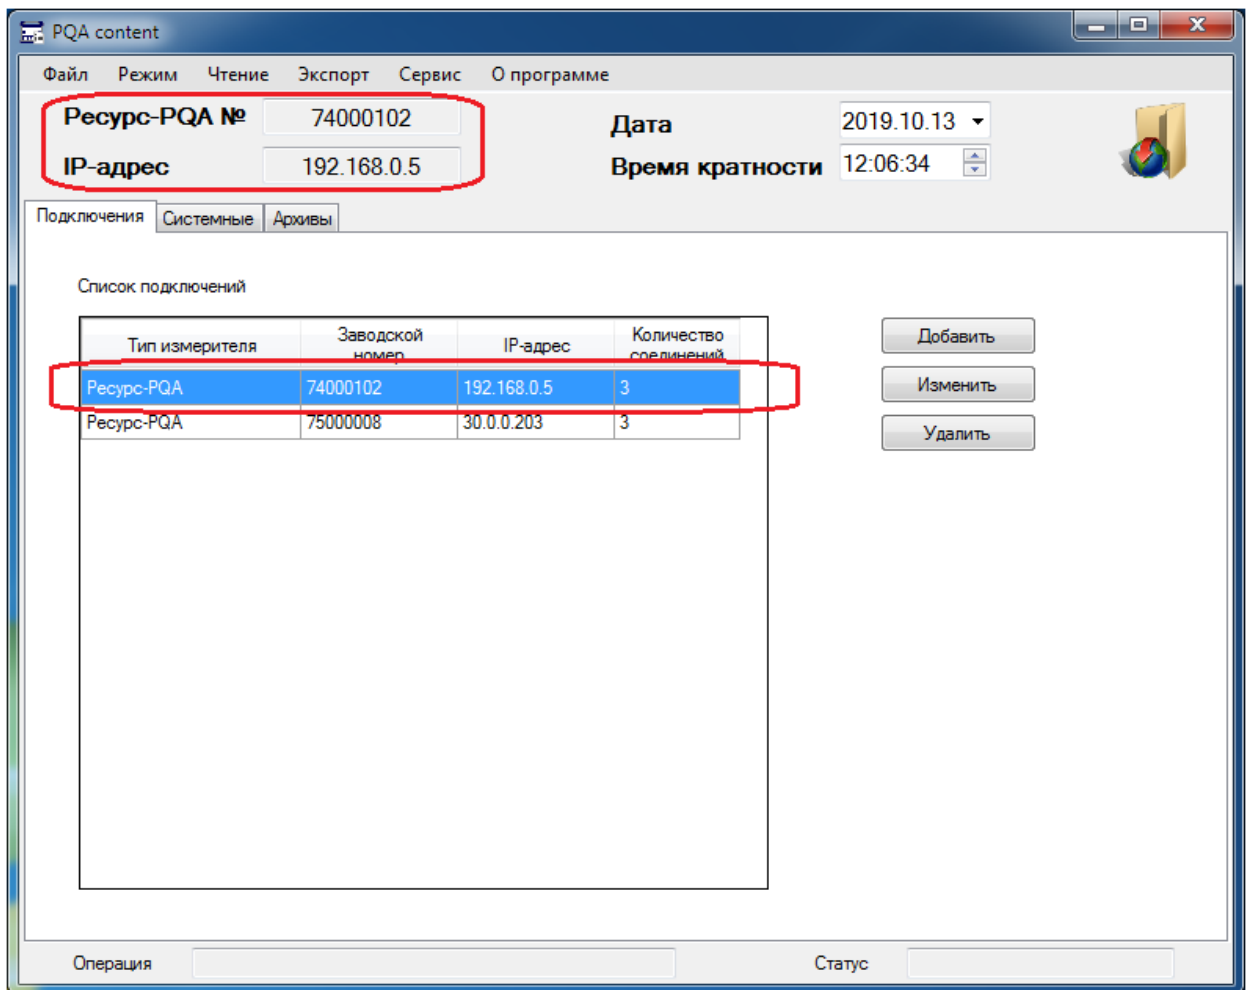

Рисунок 7.1.4 Выбор активных настроек подключения
7.1.4 Выбор активных настроек подключения (Рисунок 7.1.4) осуществляется кликом левой клавиши мыши по произвольному месту нужной строки списка подключений, в информационной панели выводится информация о выбранном приборе.